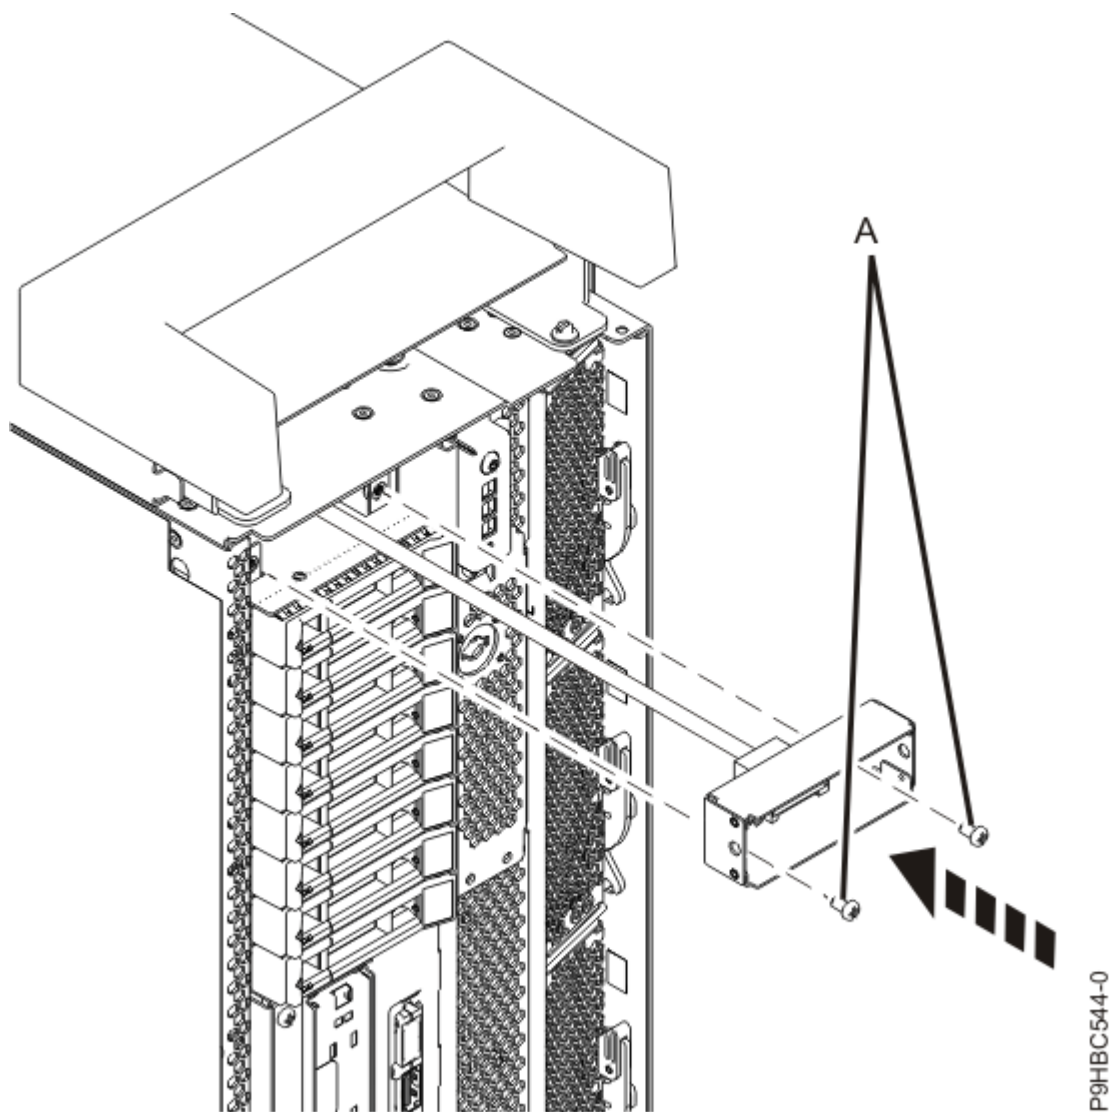
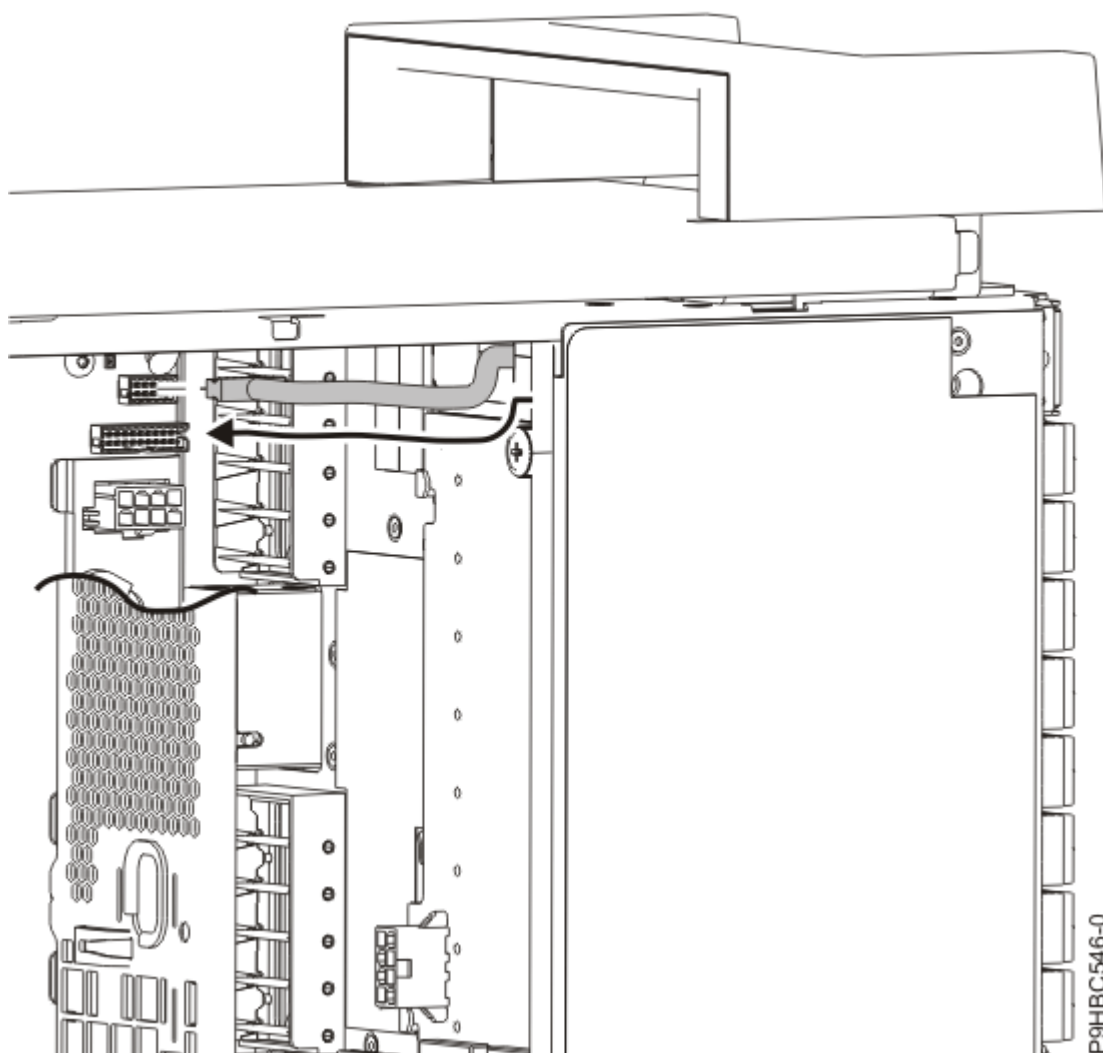

図 121. スタンドアロン・システムのコントロール・パネル・ディスプレイ・ケーブルの挿入
図 122. スタンドアロン・システムのコントロール・パネル・ディスプレイ・ケーブルの進路
4. スタンドアロン・システムの場合、コントロール・パネル・ディスプレイ・ケーブルをシステムに挿入します (126 ページの図 121 および 127 ページの図 122 を参照)。
- a) システムの内側にケーブルの遊びがある場合は、ケーブルがファンの邪魔にならないように、127 ページの図 122 に示す方向へ引きます。
5. 2 つのねじ **(A)** を使用して、コントロール・パネル・ディスプレイ・ハウジングをシステムに固定します (126 ページの図 121 を参照)。